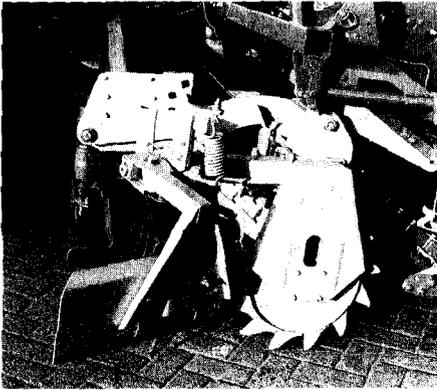
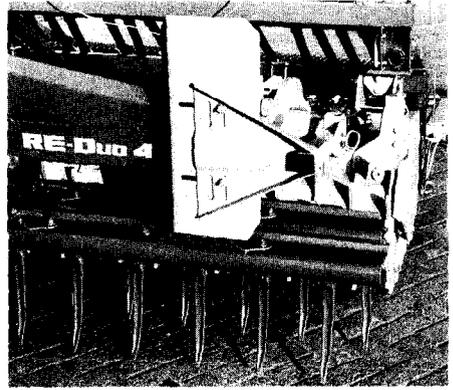
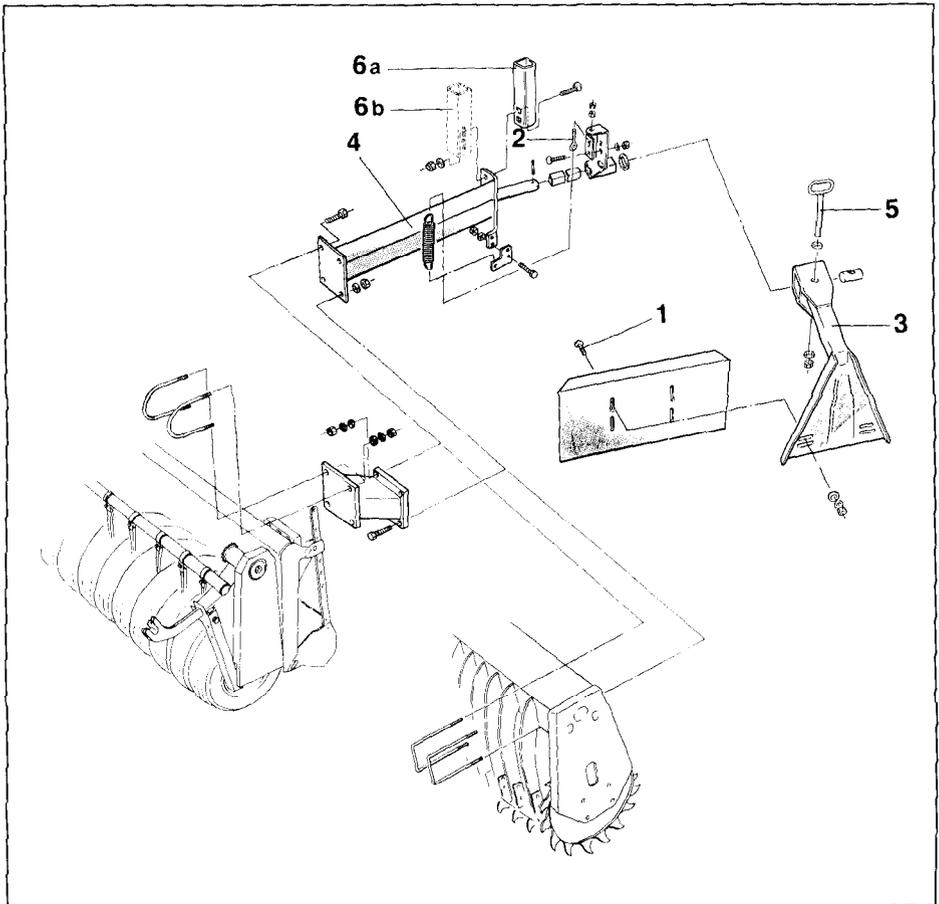

Fig.37
Fig.38
Fig.39
Die vor der Rüttelegge seitlich herausfließende Erde wird von den Grenzscharen (Fig. 37/1) erfaßt, zurückgeleitet und von der Packerwalze angedrückt. Dadurch erhält man eine gleichmäßige Verfestigung des Bodens auch im Außenbereich der bearbeiteten Fläche. *Die Grenzscharen lassen sich sowohl in der Höhe als auch zur Seite nach Lösen der beiden Flachrund-Schrauben (Fig. 39/1) verstellen.* Steinen und Furchen können die Grenzschar nach oben hin ausweichen, da sie schwenkbar gelagert sind. Der Druck, mit dem jedes einzelne Grenzschar auf den Boden drückt, kann über eine Spannschraube (Fig. 39/2), mit der die Federspannung eingestellt wird, verändert werden. Im allgemeinen ist die mittlere Federspannung zu benutzen.
Befestigt werden können die Grenzscharen entweder an der Zahnpackerwalze oder dem Reifenpacker (siehe Fig. 39). In Arbeitsstellung sind die Seitenarme (Fig. 39/3) zusammen mit den Grenzscharen, wie in Figur 37 gezeigt, auf die Halterungen (Fig. 39/4) aufzustecken und mit Ösenschauben (Fig. 39/5) festzuklemmen (Abdrehkurbel der Sämaschine benutzen).
Auf öffentlichen Straßen und zum Transport sind die Grenzscharen in Transportstellung zu bringen (siehe Fig. 38)!
Dazu sind die Ösenschauben (Fig. 39/5) mit Hilfe der Abdrehkurbel zu lösen, und die Grenzschar wie in Fig. 38 gezeigt auf die Transporthalter (Fig. 39/6) aufzustecken und mit den Ösenschauben wieder festzuklemmen.
Die Montage der Grenzschar erfolgt nach Fig. 39:
Halterungen (Fig. 39/4) mit Befestigungsbügeln am Walzenrahmen anschrauben.
Die Transporthalter (Fig. 39/6) sind wie folgt zu befestigen:
- a) in Kombination mit Zahnpackerwalzen PW 420 und Reifenpacker, nach Fig 39/6a
- b) in Kombination mit Zahnpackerwalzen PW 500, nach Fig 39/6b.